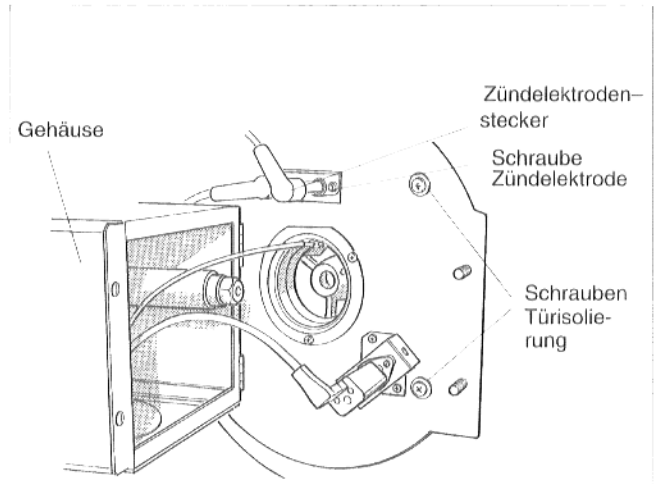
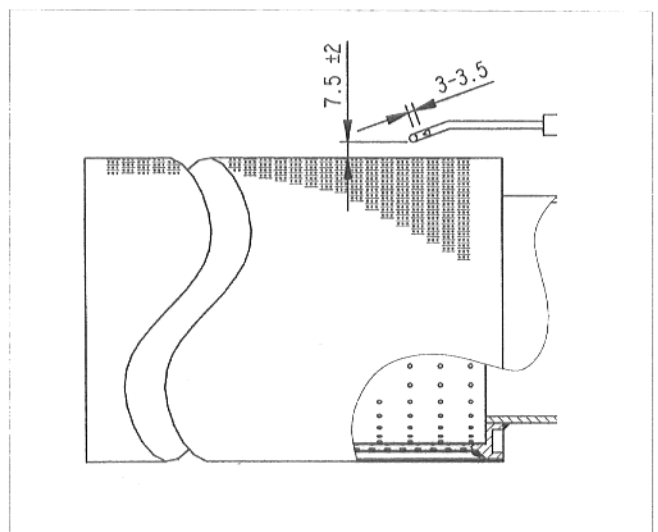

Abb. 4
Abb. 8: Seitenansicht Brennstab
- Gehäuse zur Seite klappen (Abb. 4).
- Schrauben der Türisolierung lösen (Abb. 4),
- Setzen Sie die Türisolierung ein und schrauben Sie diese fest (Abb. 4/5).
- Setzen Sie die neue Zündelektrode ein (Abb. 4), und schrauben Sie diese handfest an. Kontrollieren Sie die Abstände (Abb.8).
- Gehäusedichtung prüfen und gegebenenfalls austauschen (Abb. 4).